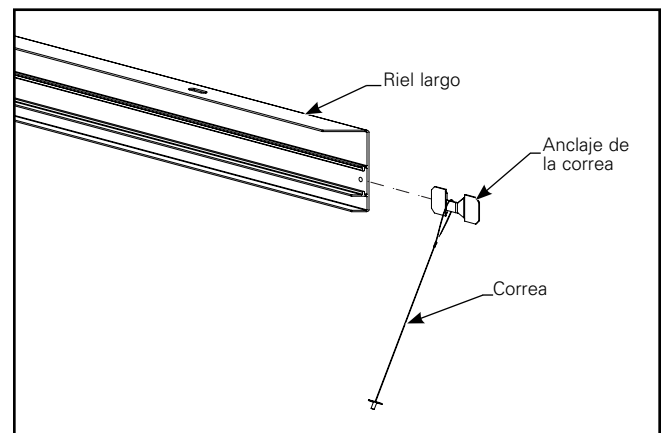

Figura 2.
- A2. Pase un anclaje de la correa a través del lazo en el extremo de una correa, luego deslice el anclaje de la correa en la ranura de uno de los rieles largos. Repita este paso para la segunda correa y el anclaje de la correa en el mismo riel largo. (Figura 2.)